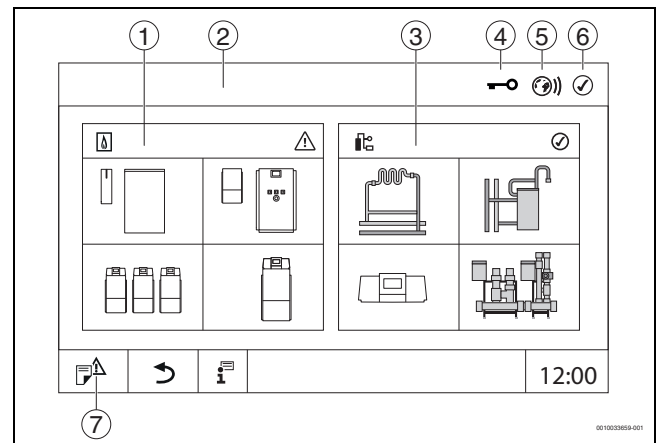

Bild 8 Systemübersicht (Beispiel)
- **Anlage** antippen (→ Bild 8, [3], Seite 17).